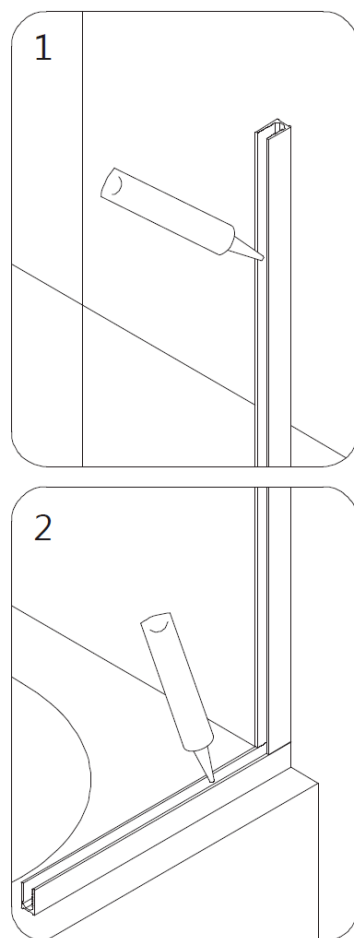

Fig. 5
4. Appliquez du silicone résistant à l'eau dans les deux profilés en U (**Fig. 5**)